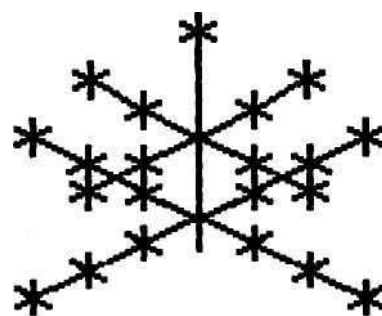

Рис. 3.6. Структура сплава
12. Как называется структура, схема которой представлена на рис. 3.6?